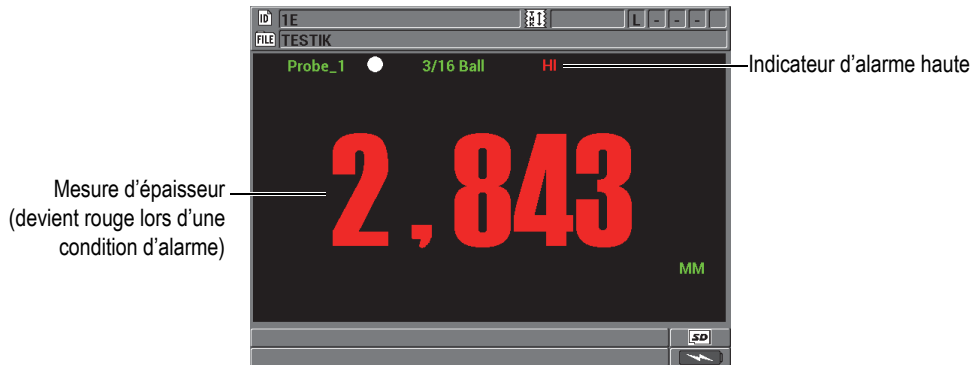

Figure 5-5 Exemple d'indicateur d'alarme HAUTE
- L'indicateur d'alarme **HI** ou **LOW** clignote dans le coin supérieur droit de l'écran de mesure (voir la Figure 5-5 à la page 108).